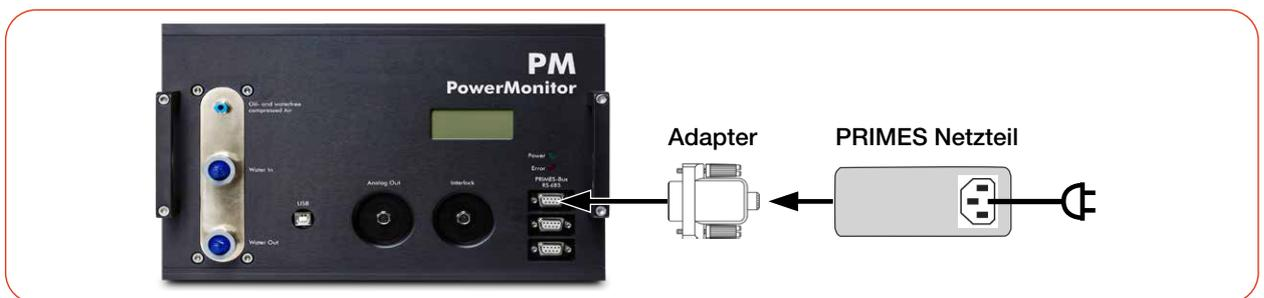

Abb. 8.4: Spannungsversorgung über PRIMES Netzteil, Anzeige der Messwerte am Gerät (am Beispiel des PM 100)
- Schließen Sie das PRIMES Netzteil mit Adapter gemäß der Abb. 8.4 auf Seite 27 an.